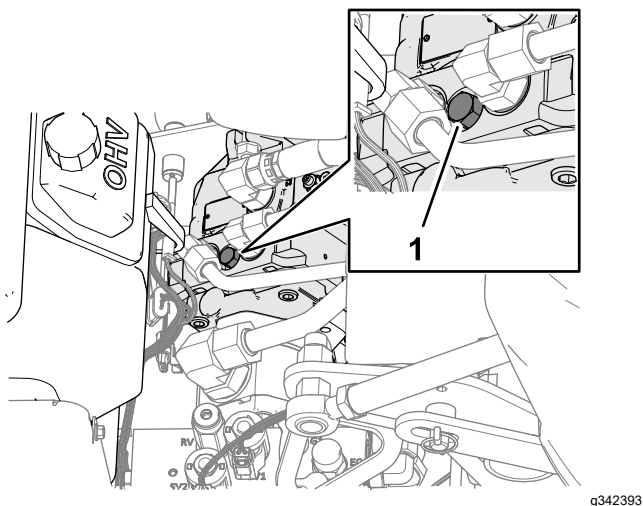

Figure 129
**Remarque:** L'emplacement du cache de la vis de la vanne de dérivation est indiqué à la Figure 129.